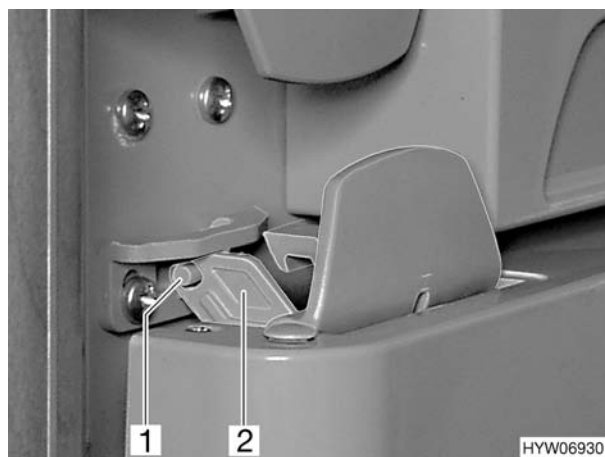

Fig. 76 Porta del frigorifero in posizione di aerazione
- Aprire il bloccaggio (Fig. 76,2) e innestarlo nel perno (Fig. 76,1). In questo modo la porta rimane ferma in posizione socchiusa.